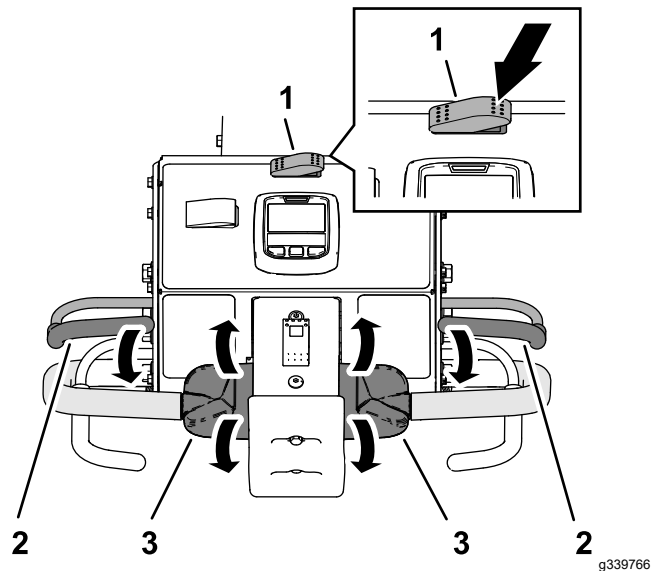

Figura 87
3. Apăsai partea dreaptă a comutatorului de transport/aerare în poziția AERARE (Figura 87).
5. Prindeți bara de ghidare din stânga sau din dreapta și maneta pentru prezenta operatorului (Figura 87) și strângeți maneta spre bara de ghidare.